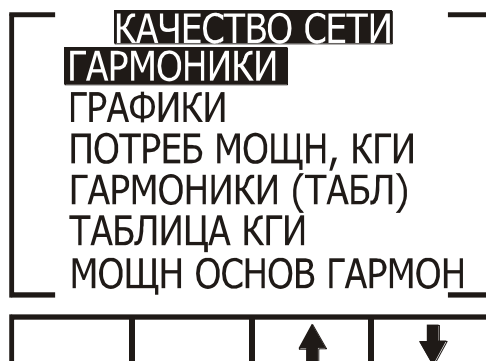

Рис. 36
2. Нажмите Enter. На дисплее появится экран выбора режима отображения качества сети (рис. 36):